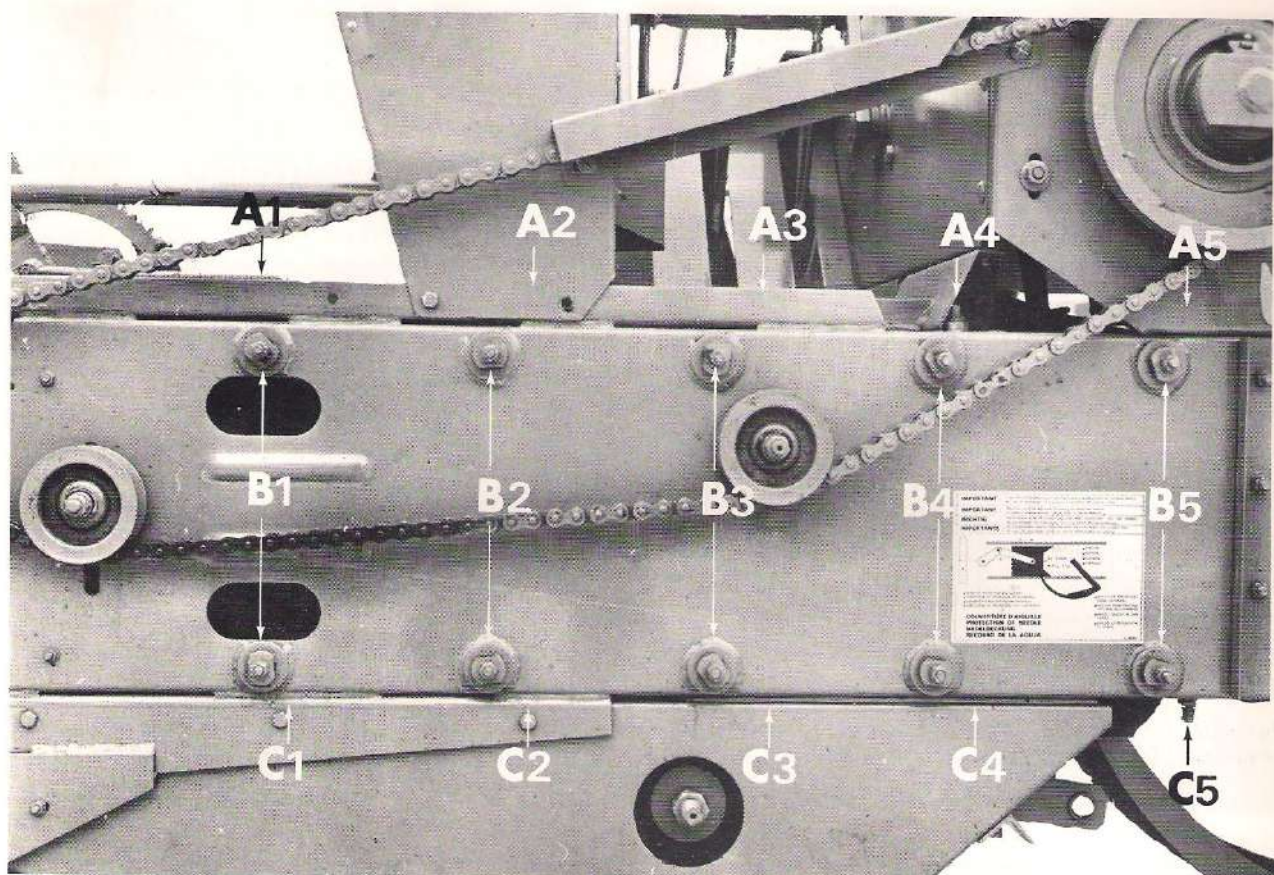

Fig. 33
6 – PARALLELISME DES GLISSIÈRES DE CANAL (fig. 33 et 34)
- a) La glissière supérieure droite devant être parallèle à celle de gauche, débloquer les 5 écrous supérieurs (Rep. A1-A2-A3-A4-A5 Fig. 33) et les contre-écrous de manchons (Rep. B1-B2-B3-B4-B5) puis visser ou dévisser les manchons pour obtenir le réglage désiré.
- b) Puis pour la glissière inférieure, procéder de manière identique avec les 5 écrous inférieurs (Rep. C1-C2-C3-C4-C5 fig.33) les écrous et les manchons (Rep. B1-B2-B3-B4-B5) Rebloquer ensuite les vis (Rep. C1-C2-C3-C4-C5 et A1-A2-A3-A4-A5) et les contre-écrous de manchon.
6 – PARALLELISM OF PLUNGERHEAD GUIDES (Fig 33 and 34)
- a) The upper right guides must be parallel with the left side, loosen the 5 upper screws (Ref. A1-A2-A3-A4-A5 Fig. 33) and the adjusting lock nuts (Rep. B1-B2-B3-B4-B5) then screw or unscrew the threaded collars to obtain the desired adjustment.
- b) then for the inferior guides, proceed the same way with the 5 lower screws (Ref. C1-C2-C3-C4-C5 Fig. 33) the nuts and threaded collars (Rep. B1-B2-B3-B4-B5) Block again screws (Rep. C1-C2-C3-C4-C5 and A1-A2-A3-A4-A5) and the adjusting lock nuts.
- a) Den Parallelismus der rechten oberen Gleitschiene zu der linken Gleitschiene beachten. Die 5 oberen Schrauben (A1-A2-A3-A4-A5 Abb. 33) lösen und Gewindeeinstellmuffen je nach Bedarf hinein oder herausdrehen.
6 – PARALELISMO DE LAS PLACAS DE DESLIZAMIENTO DEL CANAL (Fig. 33 y 34)
- a) La placa superior derecha paralela a la de la izquierda : aflojar los cinco tornillos superiores (ref. A1-A2-A3-A4-A5, fig. 33) y las contratueras de espárragos roscados, (ref. B1-B2-B3-B4-B5) luego atornillar o destornillar los manguitos para obtener el ajuste deseado.
- b) Para la placa inferior, proceder de manera idéntica con los cinco tornillos inferiores (ref. C1-C2-C3-C4-C5, fig. 33), las tuercas y los manguitos (ref. B1-B2-B3-B4-B5). Apretar de nuevo los tornillos (ref. C1-C2-C3-C4-C5 y A1-A2-A3-A4-A5) y las contratueras de manguitos.